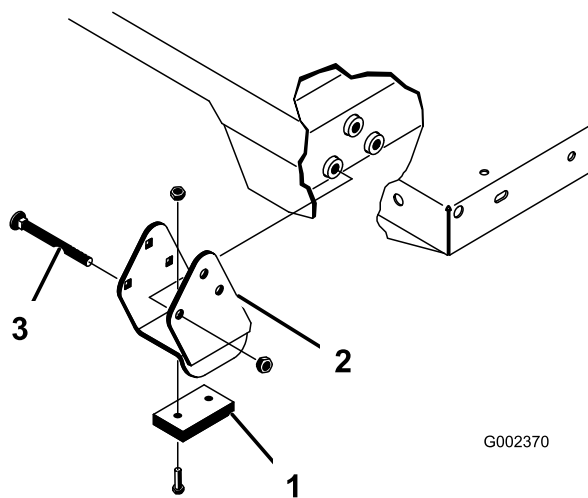

図 32
注 スペーサブラケットとウェアブロック（図 32）はキャリッジボルトで固定しますが、このボルトは必ず頭を機械内側に向けてください。
2. 荷台を慎重に車両フレームの上に載せる； 後部にある荷台のピボットプレートの穴とリアフレーム（チャンネル鋼材）の穴を揃えて、クレビスピンとリンチピン（各2個）を取り付ける（図 32）。
3. 荷台を下げた状態のまま、各シリンダロッド端部を荷台取り付けプレートのスロットに固定する； クレビスピンとリンチピンを使用。クレビスピンは荷台の外側から差し込み、リンチピンが荷台の外側に向いているようにする（図 32）。後ろ側のスロットはフルサイズ荷台の取付け用で、前側のスロットは2/3荷台の取付け用。